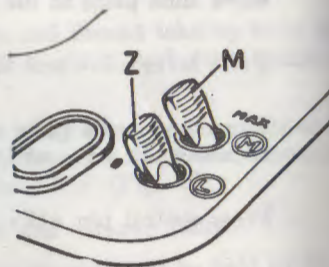
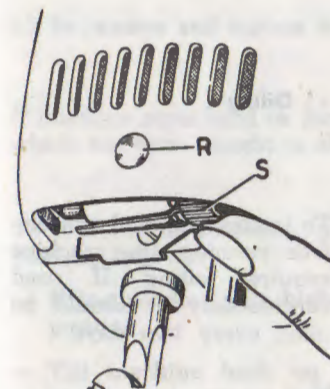

Fig. 23
Fig. 24
- Push switch « Z » (Fig. 23) in position « L ». The red signal light « R » (Fig. 24) will light up.
In the motor operated machines, the light can be cut out by turning shade « S » (Fig. 24).
In the treadle operated machines, just push switch « Z » (Fig. 23) in position « O ».